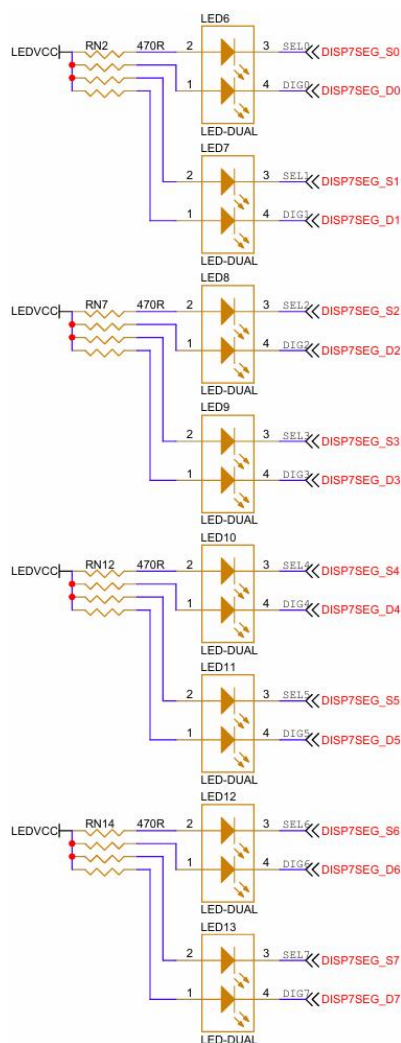

图 2-18双色LED发光管
⑫、8组双色LED发光管
开发板提供了8个双色LED发光二极管。每个发光管是双色，分别是红色和绿色，也就是8组相当于16个LED,要锁定16个IO脚，8组LED发光管原理图如图 2-18，当FPGA的引脚输出逻辑为“0”时，LED熄灭。输出逻辑为“1”时，LED被点亮。16个引脚和数码管复用（请看⑪）。